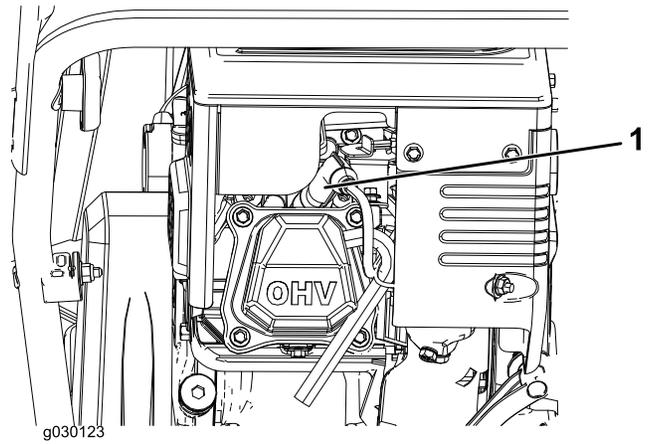

Figura 23
1. Retire el protector de goma (Figura 23).